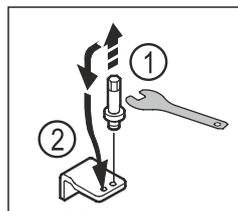

Fig. 17
- ▶ Svitare il perno del blocco inferiore di supporto con una chiave a esagono SW5. Fig. 17 (1)
- ▶ Inserire il perno sul lato opposto. Fig. 17 (2)